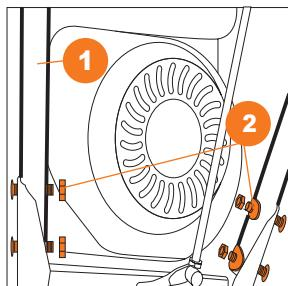

Рис. 4
- Закрепите панель оператора ① к корпусу снегоуборщика с помощью четырех болтов, шайб и гаек ② (для **DAST 6060**) (Рис. 4).